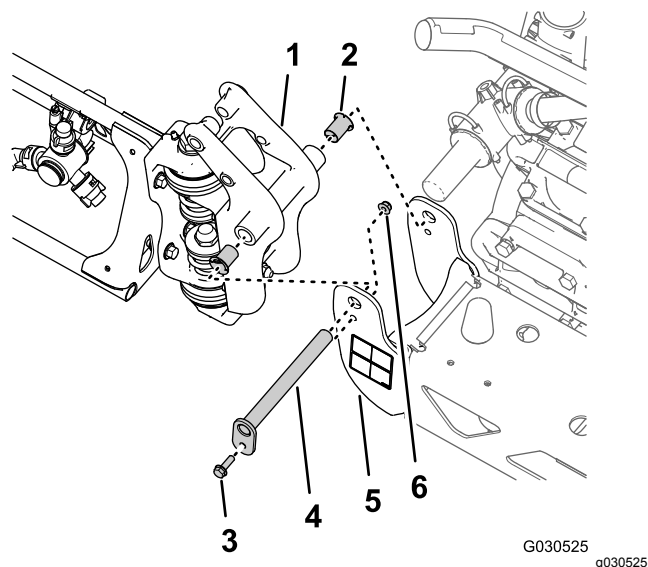

図 74
1. ピボットピンをピボットブラケットに固定しているフランジボルト5/16 x 1" とフランジロックナット5/16"を取り外す 図 74。
2. センターブーム用のピボットブラケット、および、外側ブーム用のピボットフィッティングからピボットピンを抜き取る 図 74。
3. センターブームと外側ブームを切り離し、外側ブームを機体から外す 図 74。
4. 外側ブームのピボットフィッティングからナイロン製フランジブッシュ2個を外す 図 74。